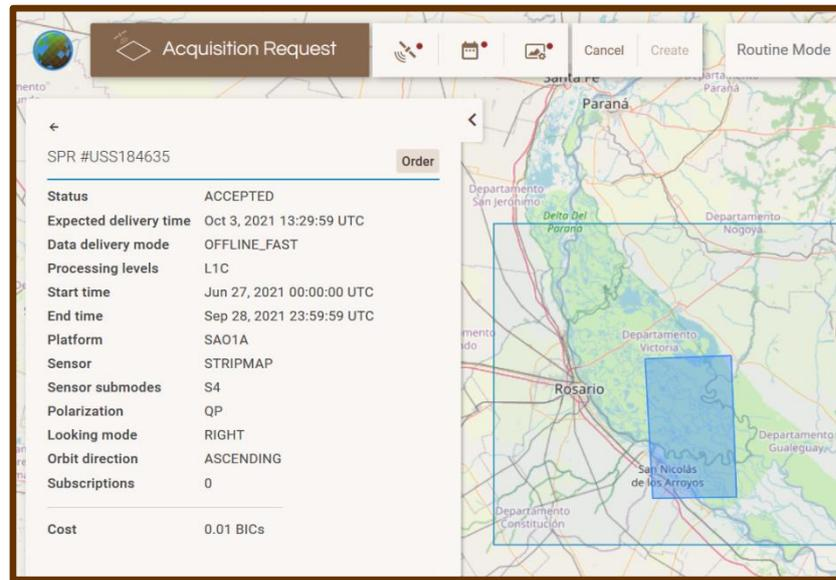

Figura 42: Panel de información detallada de un pedido de adquisición
- Para acceder a la información completa de un pedido en particular, el usuario podrá seleccionar la flecha horizontal  en el rectángulo de información del pedido (ver **Figura 41**) y se desplegará el panel de información, como muestra la **Figura 42**.
- La acción de suscribirse a un pedido se concreta cuando el usuario selecciona la opción **Order** (Pedido), en el panel de información detallada del pedido, ver **Figura 42**.